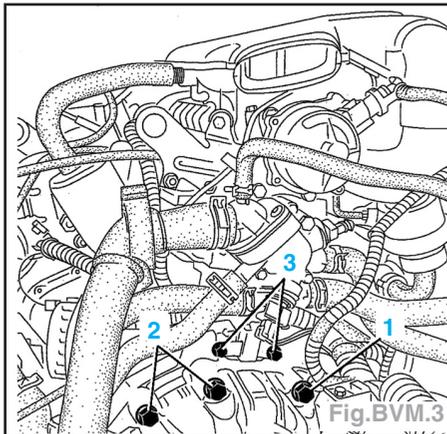

Fig.BVM.3
- le capteur de régime moteur (3) (Fig.BVM.3),
- Déposer la dernière vis de fixation supérieure (1) de la boîte de vitesses (Fig.BVM.3).